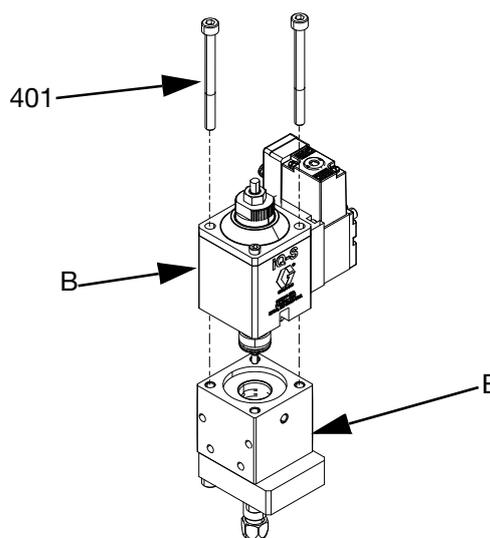

FIG. 11
4. Desmonte el adaptador antigoteo (308) y el espaciador (315).
5. Coloque una llave Allen por el orificio del eje de pistón (410) ubicado en el orificio de drenaje (K). Desenrosque la tuerca (310) usando una llave de tubo de 5,5 mm o un destornillador de tuercas y retire la boquilla (309).
6. Si la sección de fluido (E) no está montada, coloque la sección de fluido en un tornillo de banco.
7. Quite los tornillos M5 (401) usando una llave Allen de 4 mm desde la parte superior del cilindro de aire. Con cuidado, tire de la sección de aire (B) hasta que el eje del pistón (410) salga de la sección de fluido (E). Consulte la FIG. 11.